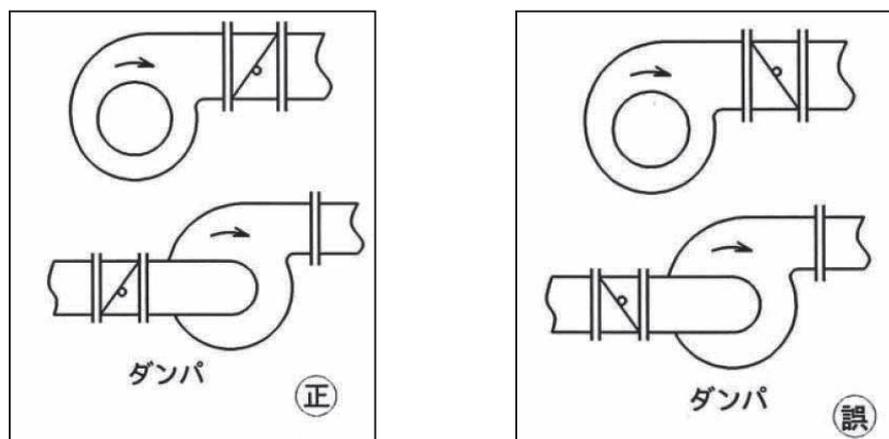

図 15 ダンパ取付方法
- (1) 別途提出の外形寸法図を参照し、送風機羽根車の回転方向に注意して所定の位置に（図 15 参照）取り付けてください。
- (2) 電動式、エアシリンダ式の場合は、各操作機の取扱説明書を良く読んでご使用ください。